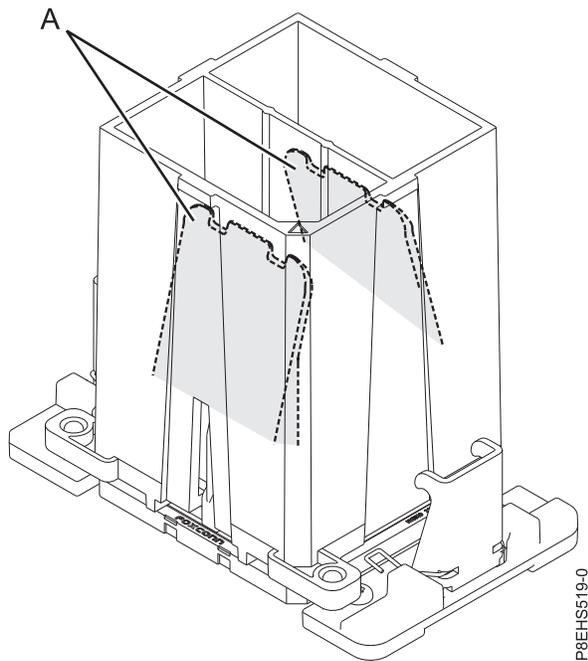

図 101. システム・プロセッサ・モジュール・ツールの取り外し
- c. ツールとシステム・プロセッサ・モジュールの穴とガイド・ピンが正しく位置合わせされたら、しっかりと止まるまで、2 つの青色のリリース・タブ (A) をつかみ、まとめて保持します ( 103 ページの図 101 を参照)。次に、ツールを持ち上げてシステム・プロセッサ・モジュールから離します。